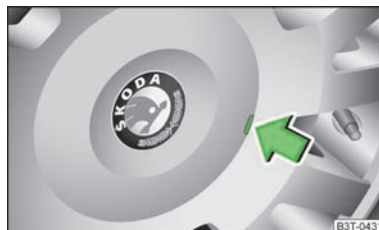

Fig. 171
- Scoateți cu atenție ornamentul de roată cu ajutorul mânerului de sârmă din trusa de scule » fig. 171.